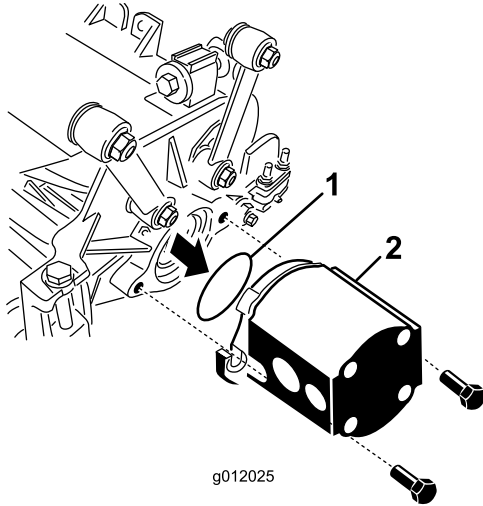

**Figura 23**
2. Retire el peso y la junta tórica (Figura 23) del extremo interior de la unidad de corte derecha.